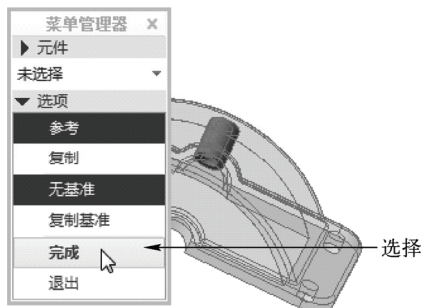

图 11-95 选择“完成”选项
STEP 04 弹出“选择”对话框，在模型树中选择“X.PRT”选项，单击鼠标中键；选择“箱盖.PRT”选项，单击鼠标中键；弹出“选项”菜单管理器，选择“完成”选项，如图 11-95 所示。